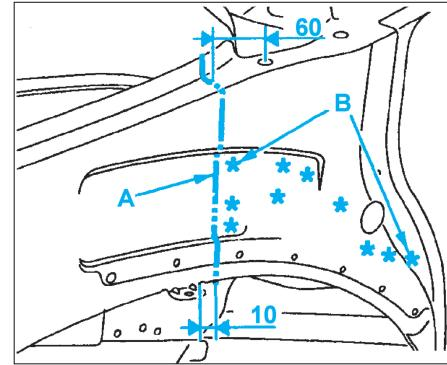

FIG. 32
- Tracer puis découper la doublure d'aile à l'aide d'une meule épaisseur 1 mm (coupe provisoire) suivant (A) (Fig.32).
- Découper par fraîsage des points suivant (B).